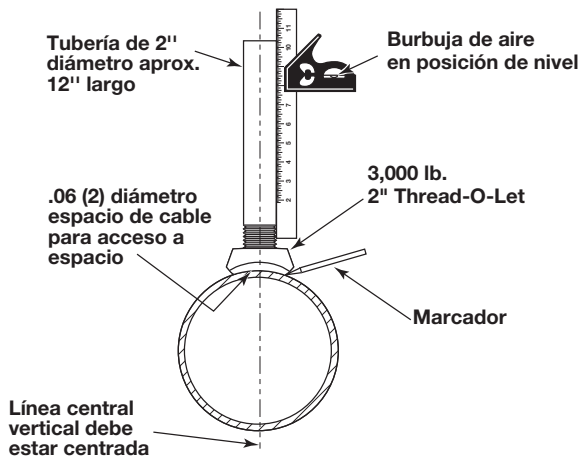
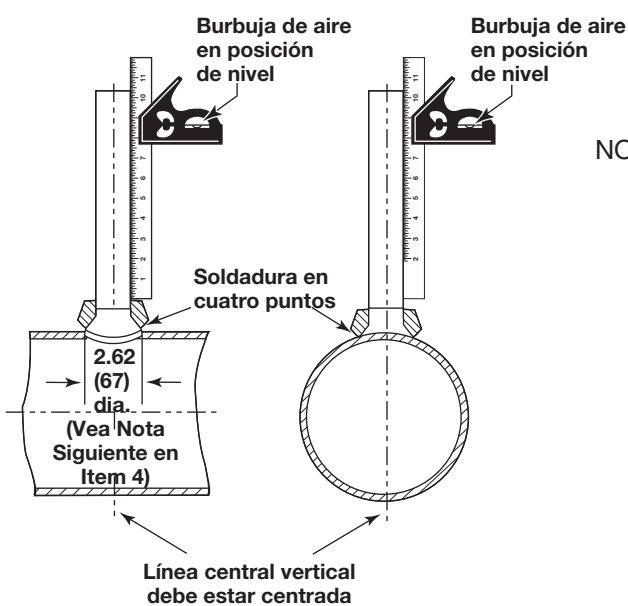

Figura 5
Figura 6
2. Marque el centro del tope de la tubería y centre el niple de montaje sobre ese punto marcando los laterales y colocando un cable espaciador de 2mm antes de soldar. Se requiere perforar un orificio de 67mm (2.62") en la tubería alineado con el centro del niple de montaje. Vea la Figura 5.
4. Con el niple posicionado concéntricamente sobre el orificio de 67mm (2.62") y la línea central vertical (vea la Figura 6), suelde el niple en 4 puntos equidistantes. Después retire el cable espaciador de 2mm. Vea la Figura 5.